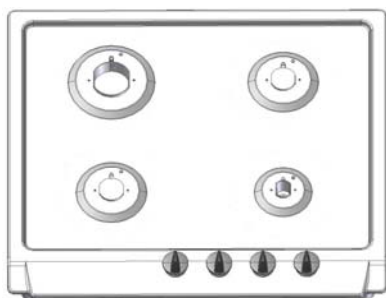

Рис. 22
- Перед чисткой варочной поверхности с нее нужно снять решетки, крышки и рассекатели горелок (рис. 22).